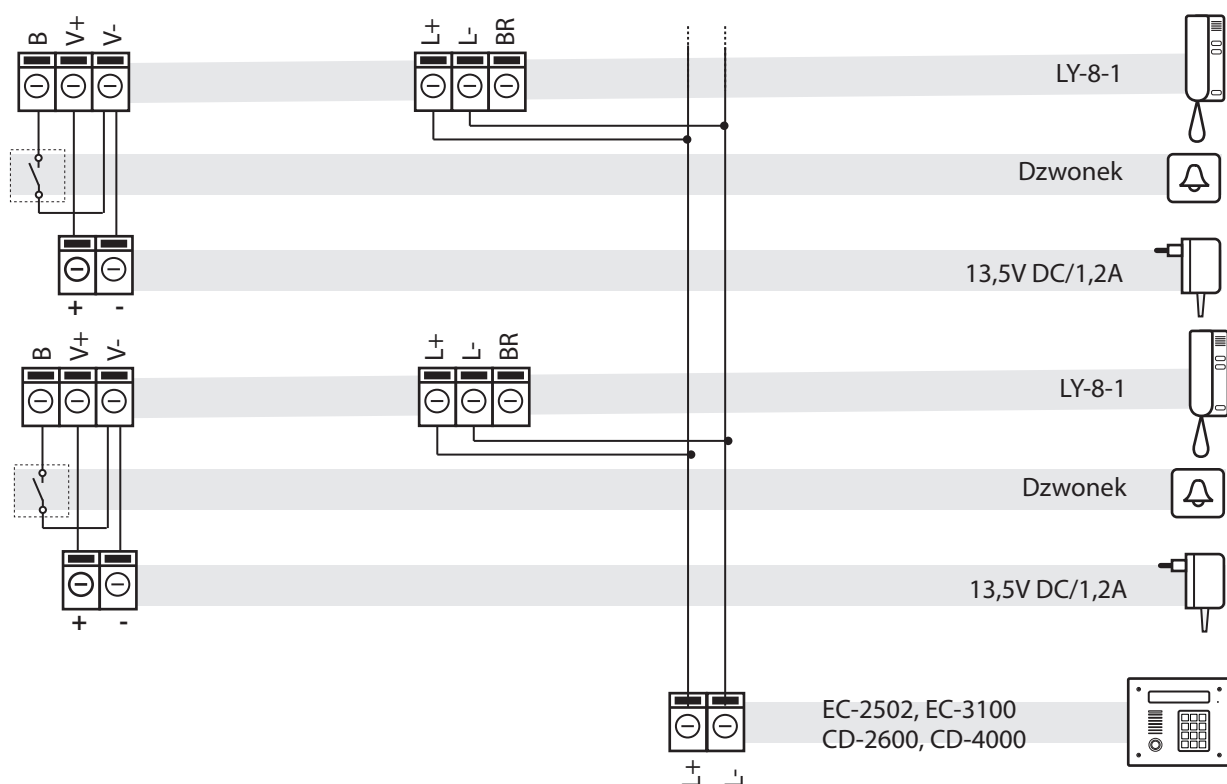

Рис. 5. Подключение трубка LY-8-1. Питание трубка от локальных источников питания.
- подключите кнопку звонка к клеммам В и V-, а затем подключите питающие провода трубка в соответствии со схемой на рис. 5 или 6,